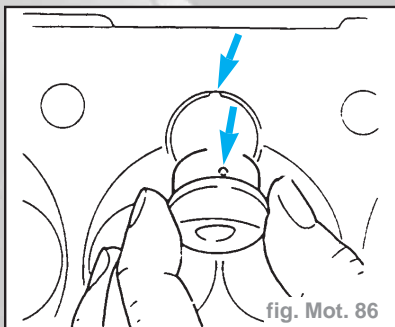

fig. Mot. 86
- Engager les chambres de turbulence, veiller à la bille de centrage, bloquer les chambres de turbulence, de manière à ce qu'elles ne puissent pas se déplacer (fig. Mot. 86).